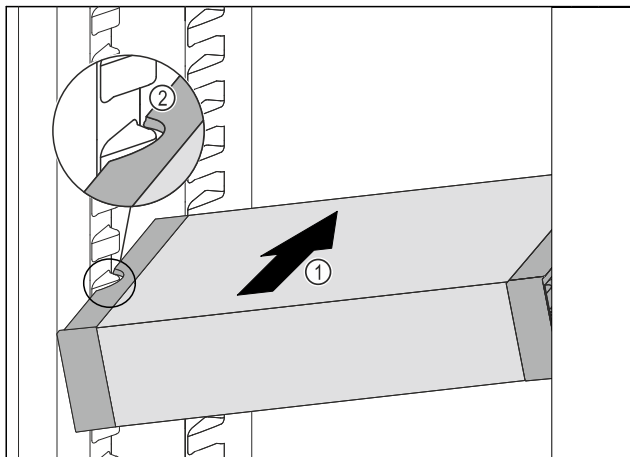

Fig. 198
- Inserire VarioSafe ad angolo nel vano frigorifero Fig. 198 (1), fino a quando le cavità laterali Fig. 198 (2) di VarioSafe non si trovano al livello della nervatura del contenitore nel vano frigorifero.